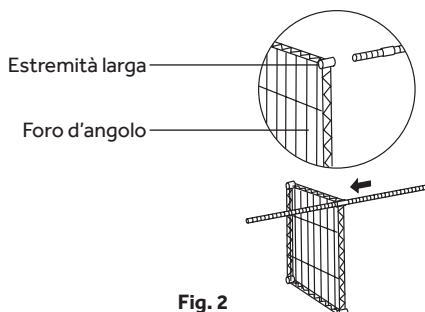

Fig. 2
4. Mantenendo la mensola per un lato, fare scivolare l'asta attraverso uno dei fori d'angolo [Fig. 2].
4. Sujetando la estantería por su lateral, deslice el poste a través de uno de los agujeros de esquina [Fig. 2].